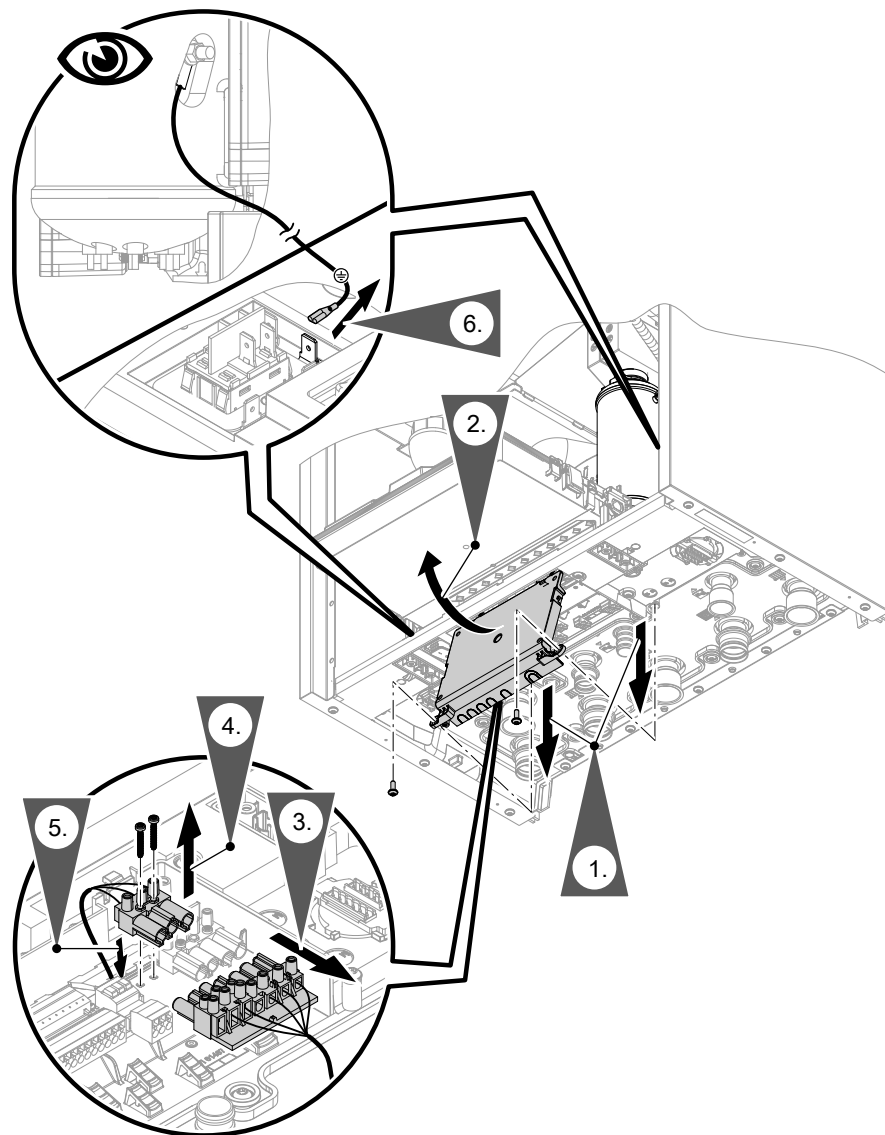

Abb. 95
- Anschlüsse Heizwasser-Durchlauferhitzer: Stecker der Netzanschlussleitung: Siehe Kapitel „Netzanschluss Heizwasser-Durchlauferhitzer“ und Abb. 95.